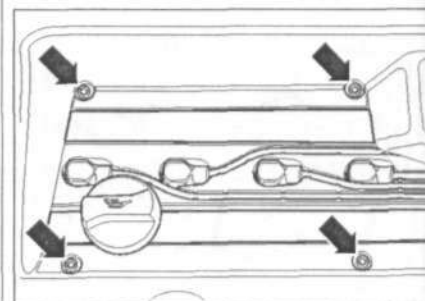

Рис. 2.22. Открутите болты (стрелки) крепления крышки двигателя.
15. Открутите болты (стрелки) крепления крышки двигателя (рис. 2.22).